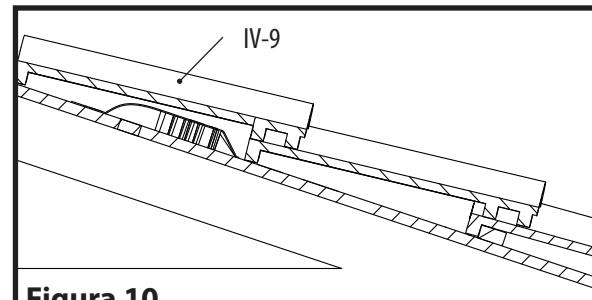

Figura 10
- Instalar las tejas como lo haría normalmente de acuerdo con el código de construcción que corresponda (véase la Figura 10).